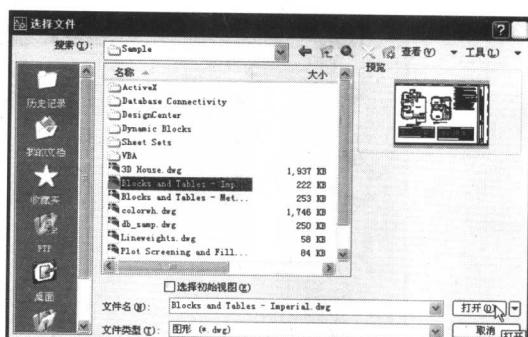

图 1-6 【选择文件】对话框
- ① 选择 AutoCAD 2007 主窗口中的【文件】→【打开】命令，打开【选择文件】对话框。
- ② 单击 AutoCAD 2007 安装根目录下的【Program Files】（这里所指是安装默认路径）→【AutoCAD 2007】→【Sample】路径文件夹，如图 1-6 所示。